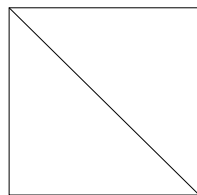

图 11-19 反对角线矩形
- “反对角线”按钮: 单击该按钮, 可插入带有反对角线的矩形, 结果如图 11-19 所示。